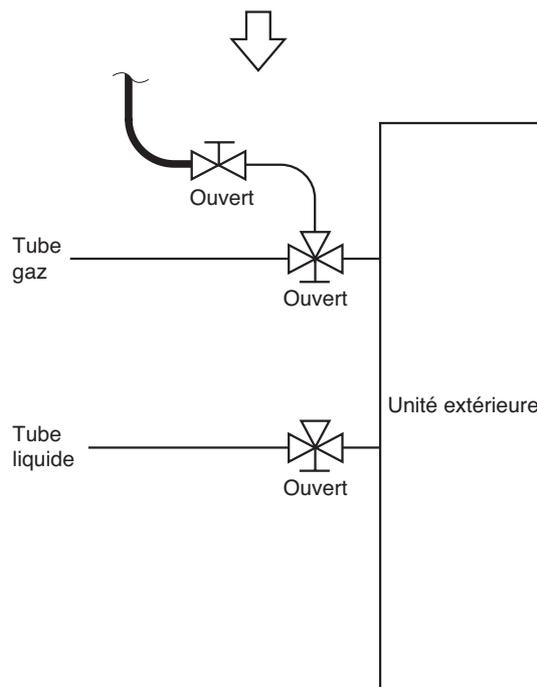

Fig. 8-6
- Si vous ne pouvez pas charger en une seule fois la quantité de réfrigérant supplémentaire, chargez le reste sous forme liquide à l'aide de la vanne de service du tube gaz et en faisant tourner le système en mode refroidissement lors de l'exécution du test. (Fig. 8-6)